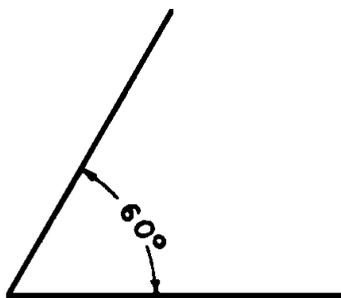

Fig.2
**Ângulo agudo:** é aquele cuja abertura é menor do que a do ângulo reto (fig.2).